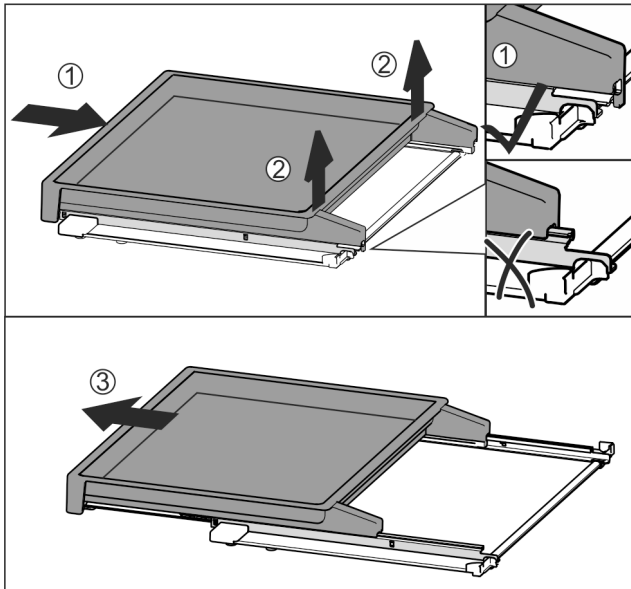

Fig. 109
- ▶ Introduzca por completo el estante extraíble Fig. 109 (1).
- ▶ Suelte el enganche en el lado trasero Fig. 109 (2).
- ▶ Retire el estante extraíble hacia delante Fig. 109 (3).